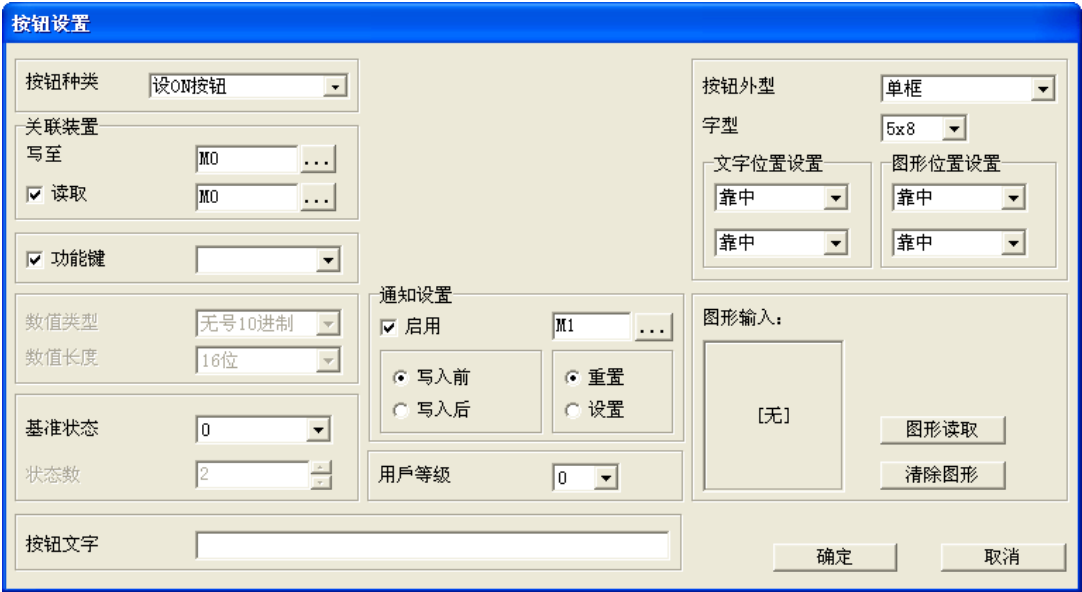

图 4-56 按钮设置窗口
- 「设 ON 按钮」、「设 OFF 按钮」、「Pulse ON」、「Pulse OFF」、「交替型」、「保持型」的设置窗口如图 4-56，其中「保持型」无法设置「用户等级」。